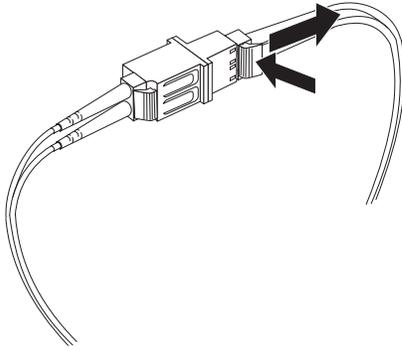

Figura 25. Extracción del cable de Canal de fibra LC-LC de un adaptador de cable de Canal de fibra LC-SC
- Tire cuidadosamente del conector para extraerlo. Asegúrese de sujetar el conector y no el cable cuando extraiga el cable LC-LC del adaptador de cable LC-SC, tal como se muestra en la Figura 25 en la página 36.